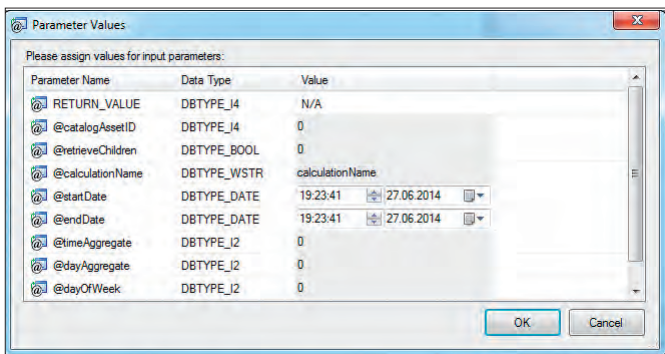

Рис. 17. Окно Значений параметров
3. Откроется окно *Значений параметров (Parameter Value)*, рис. 17.